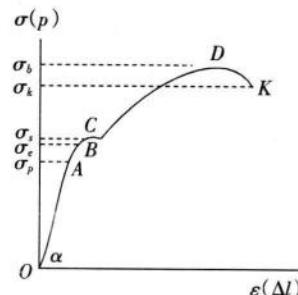

图 1-2 普通碳钢的应力图
**5. 一般弹性材料的应力应变曲线** 例如，普通低碳钢的应力图(拉伸图)，表示了其拉伸过程中的弹性变形、塑性变形、直至断裂的全部力学特性，如图1-2所示。
(1) 比例极限  $\sigma_p$  是应力正比于应变的最大应力，对应于图1-2中的点A。比例极限实际上很难测定，在一定的规定下所测得的值，可称规定比例极限。在测定弹性模量时，也是在比例极限以内进行的。在比例极限以内，应力正比于应变，其比例系数称为弹性模量，即  $E = \sigma/\epsilon = \tan\alpha$ 。
(2) 弹性极限  $\sigma_e$  是材料所能承受的、不产生永久变形的最大应力，对应图中的点B。实际上与比例极限相近，对一般材料可认为两者相重合，其测定同样很困难。通常以规定的残余变形量(如0.005%~0.01%)所对应的应力来代表。测定方法与比例极限的测定方法相似。
(3) 屈服应力点  $\sigma_s$  是材料开始产生塑性变形时的最小应力(点C)，或应变出现急剧增加而应力出现松弛现象时的应力。在应力松弛过程中出现的最高应力称上屈服点  $\sigma_{su}$ ，出现的最低应力称下屈服点  $\sigma_{sl}$ 。
(4) 抗拉强度  $\sigma_b$ ，试样在拉断前所受的最大载荷，除以试样的原始横截面积，相当于图1-2中的点D。